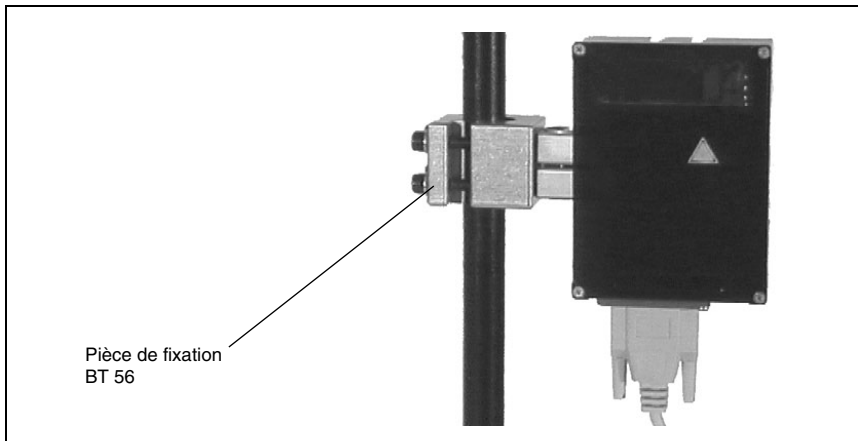

Figure 6.2 : Exemple de fixation BCL 31/32
- à l'aide des encoches en queue d'aronde en utilisant l'accessoire de montage approprié (voir figure 6.2)